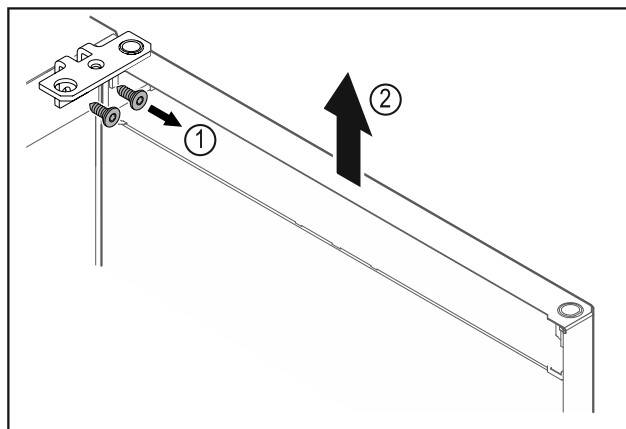

Fig. 12
- ▶ Deșurubați Fig. 12 (1) colțarul balamalei.
- ▶ Ridicați ușa inclusiv colțarul balamalei Fig. 12 (2) aproximativ 200 mm drept în sus și detașați-o.